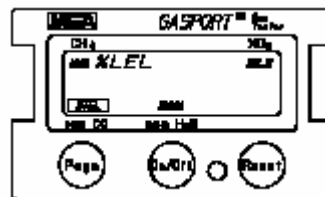

Figura 2-29. Lecturas STEL
- Sobre la página de desplegado de exposición, la pantalla muestra lo indicado en Figura 2-29: